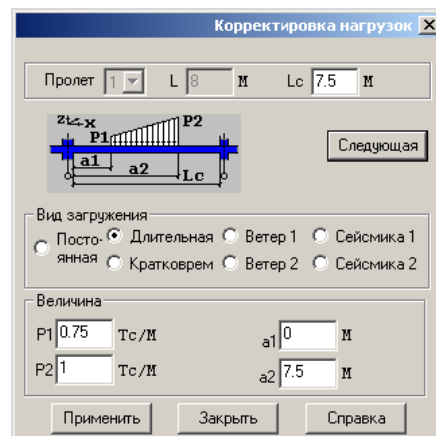

Рис. 7.3.4. Окно диалога **Корректировка нагрузок**
- нажмите кнопку **Следующая**, так, чтобы рассматривались параметры длительной трапециевидной нагрузки (рис.7.3.4);